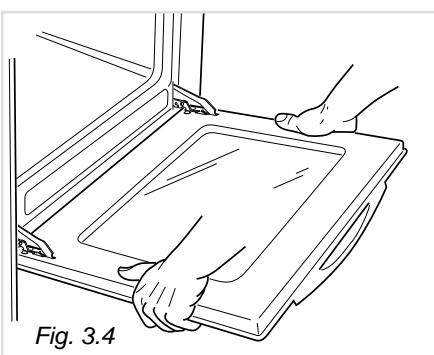
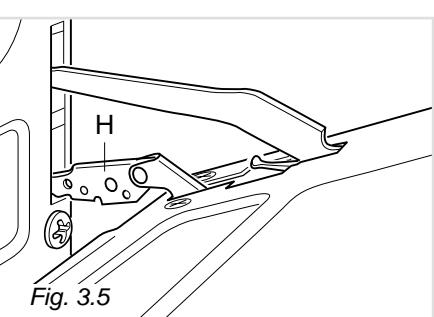

Fig. 3.4
Fig. 3.5
- . De deur vastgrijpen (zoals aangeduid in fig. 3.4) en terwijl men ze sluit, de twee scharnieren loslaten zoals aangeduid wordt in fig. 3.5.
- De deur vastgrijpen met de handen die U dicht bij de scharnieren plaatst en de hendels "H" overeind trekken met de voorvingers (fig. 3.5).